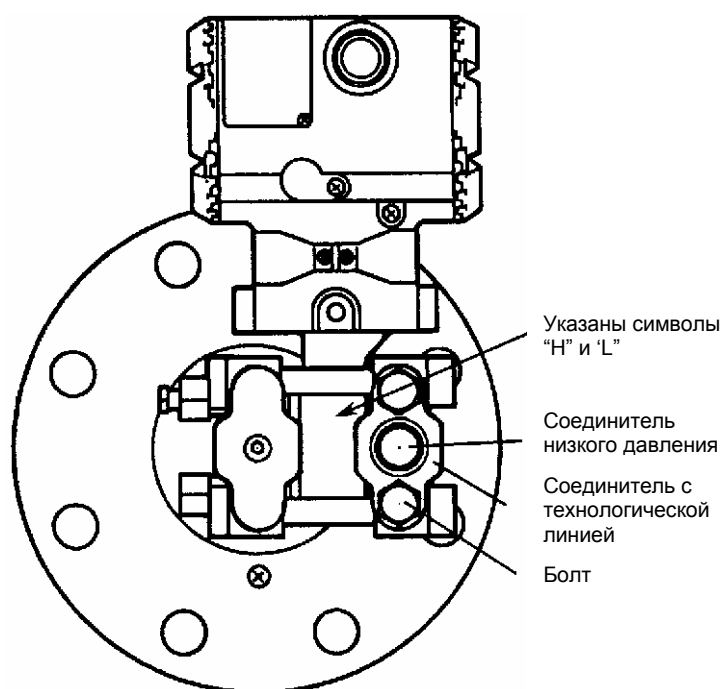

Рис. 5.1 Символы “H” и “L” на сборочном узле капсулы
##### (1) Проверка соединителей высокого и низкого давления в датчике (рис. 5.1)